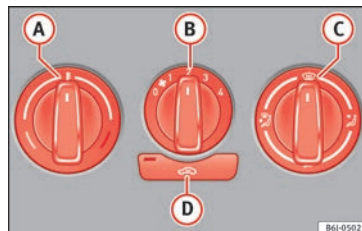

Bild 153 Uppvärmningsreglage på instrumentpanelen
- Använd vridreglagen ①, ② och ③ » bild 153 för att ställa in temperaturen, fläkthastigheten och luftriktningen.
- Tryck på knappen ④ för att slå på och av luftcirkulationsläget. När funktionen har aktiverats tänds en varningslampa på knappen.
- Tryck på knappen **(D)** » **bild 153**. Lampan i knappen tänds.
Om vredet **(C)** » **bild 153** är i upptiningsläge är cirkulationsspjället alltid öppet, och luft utifrån släpps alltid in.
- Vrid temperaturväljaren » **bild 153 (A)** moturs.
- Vrid temperaturväljaren » **bild 153 (A)** medurs för att välja önskad temperatur.
- Vrid temperaturväljaren » **bild 153 (A)** medurs för att nå maxtemperatur.
- Vrid temperaturväljaren **» bild 153 A** till uppvärmningsområdet.